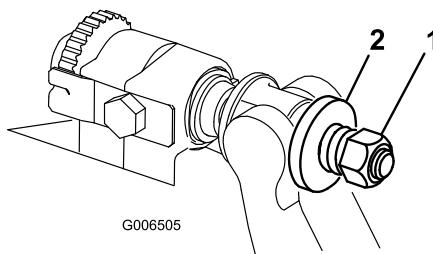

Figura 28
3. Aperte a porca da mola tensora até que a mola fique recolhida; em seguida, desaperte meia volta (Figura 28).